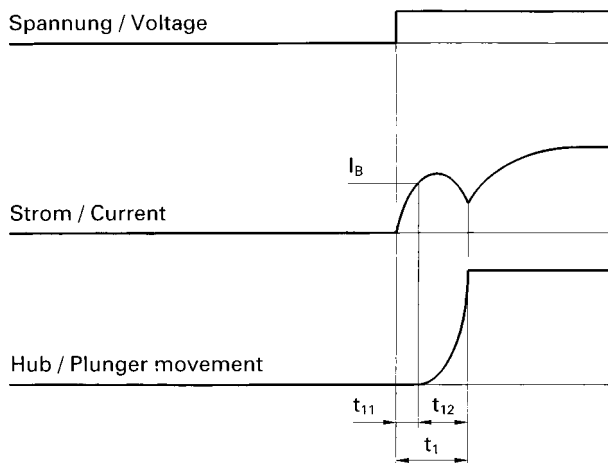

Fig. 2
8.1 Einschaltvorgang (Fig. 2)
8.1 Switching-on procedure (Fig. 2)